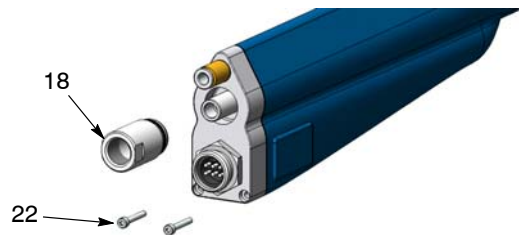

Bild 23 Demontering av skruvar för kylfläns och låshylsa
5. Se bild 23. Skruva ur de två skruvarna (22) med en 2,5 mm insexnyckel, skruva därefter av låshylsan (18).
6. Se bild 23. Skruva fast låshylsan (18) på pulverröret och drag åt den ordentligt. Överdrag den inte eftersom man då kommer att förvräda plastgångorna på pulverröret.
7. Sätt i de två insexskruvarna (22) i kylflänsen och drag åt dem ordentligt.